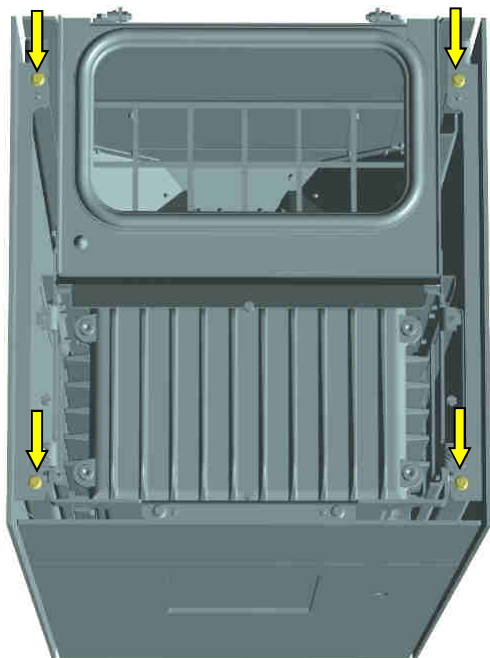

Abb. 15: Befestigungsschrauben Seitenverkleidungen
1. Auf der rechten bzw. linken Seite oben, die zwei Befestigungsschrauben (Abb. 15; M5 Außensechskant) lösen, jedoch nicht entfernen.